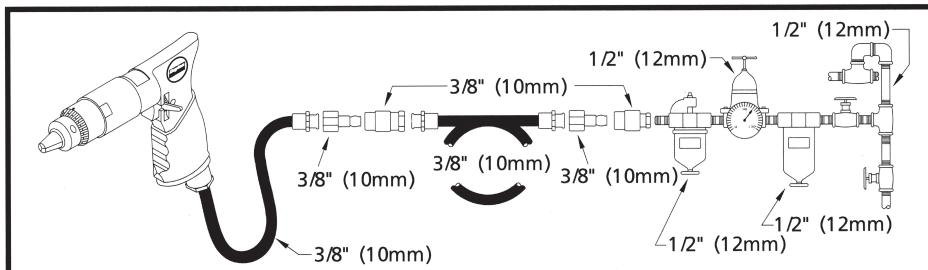

Figura 2 - Preparación de Tubería de Aire Recomendada
1. La herramienta requiere aire limpio y seco suministrado a una presión de 620 kPa bar. Cualquier presión superior puede reducir drásticamente la vida útil de la herramienta. Conecte la herramienta en la línea de aire usando el tubo y la manguera; encase las piezas según los tamaños indicados en Figura 2.
No utilice acoplamientos de desconexión rápida con esta herramienta. Para el uso correcto, consulte las Figura 2 instrucciones. Cuando emplee acoplamientos universales por torcedura, debe instalar clavijas de cierre.